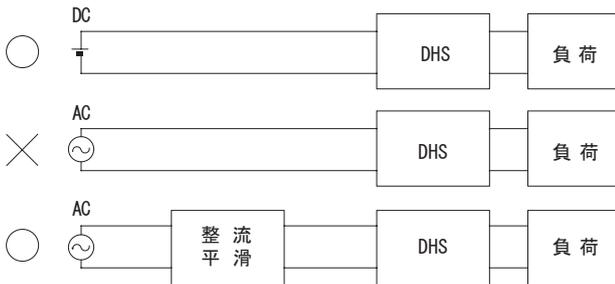

図2.3 AC入力での使用
■DHSシリーズはDC入力専用です。ACでの使用時は、電源入力に整流平滑回路を接続してください（図2.3）。